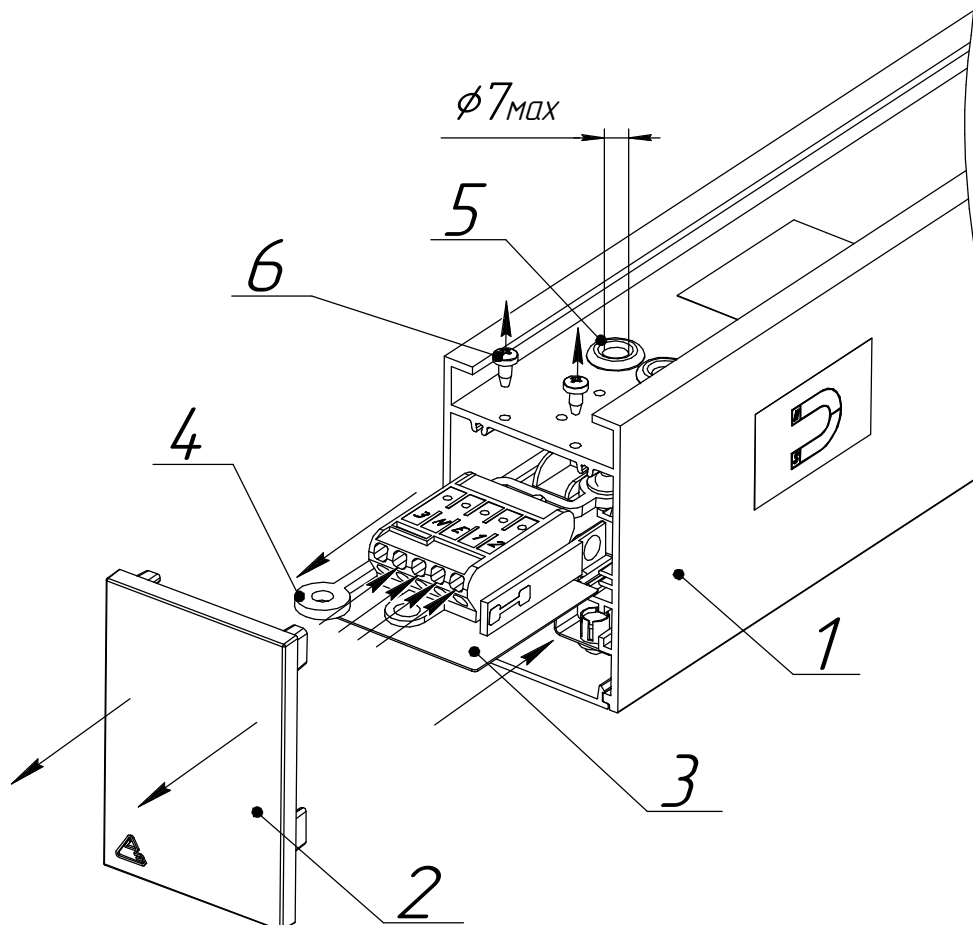

Рисунок 5 - Схема подключения светильника к сети:
5.5. Подключение светильника к сети. (см. рисунок 5)
5.5.4. Подключите сетевой провод к клеммной колодке в соответствии с указанной полярностью (рисунок 5).